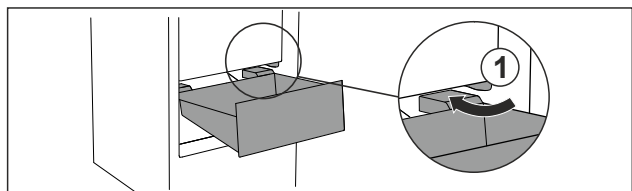

Fig. 101
- ▶ Poprowadzić szufladę ukośnie wokół stoperów Fig. 101 (1).